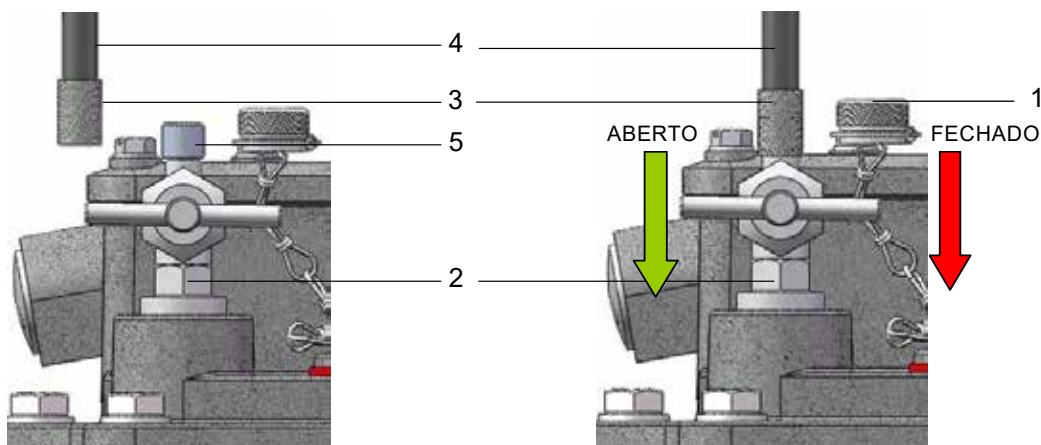

Fig. 8 - Teste de funcionamento mediante bomba
- Desenroscar a pequena porca de cobertura (Fig. 8/ N° 1) da válvula de teste (Fig. 8/ N° 2)
- Ligar o adaptador (Fig. 8/ N° 3) da mangueira de comunicação da bomba (Fig. 8/ N° 4) ao bocal da válvula (Fig. 8/ N° 5)